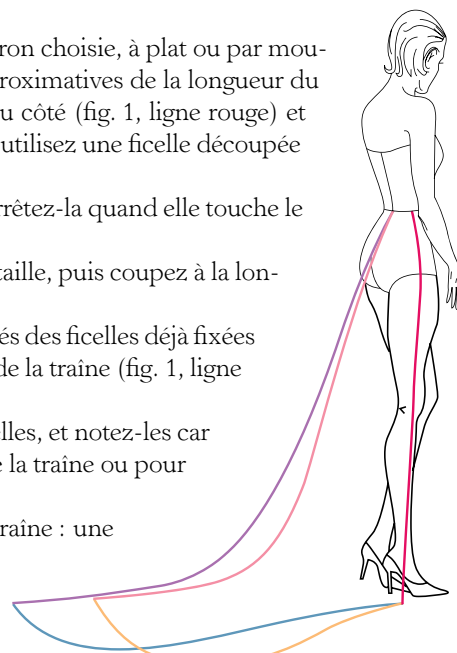

Fig. 1
- fixez la première ficelle sur le côté de la taille et arrêtez-la quand elle touche le sol (fig. 1, ligne rouge) ;
- fixez la deuxième ficelle au milieu du dos, sur la taille, puis coupez à la longueur souhaitée de la traîne (fig. 1, ligne violette) ;
- avec la troisième ficelle, joignez les deux extrémités des ficelles déjà fixées en donnant approximativement la forme du bord de la traîne (fig. 1, ligne bleue).
Sur la figure 1 sont présentées deux formes de traîne : une traîne courte (ligne orange) et une traîne longue et large (ligne bleue).